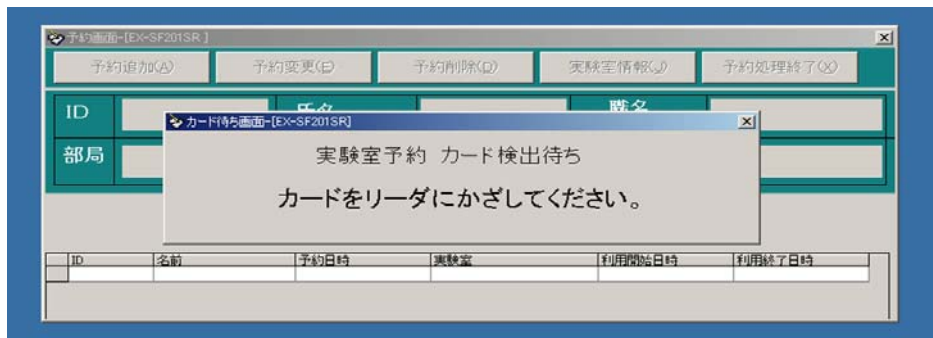

図 3
- 1) 図 3 のような画面が表示されています。(コンピュータのスクリーンが、スクリーンセーバーになっている時には、スペースキーを押して下さい。)